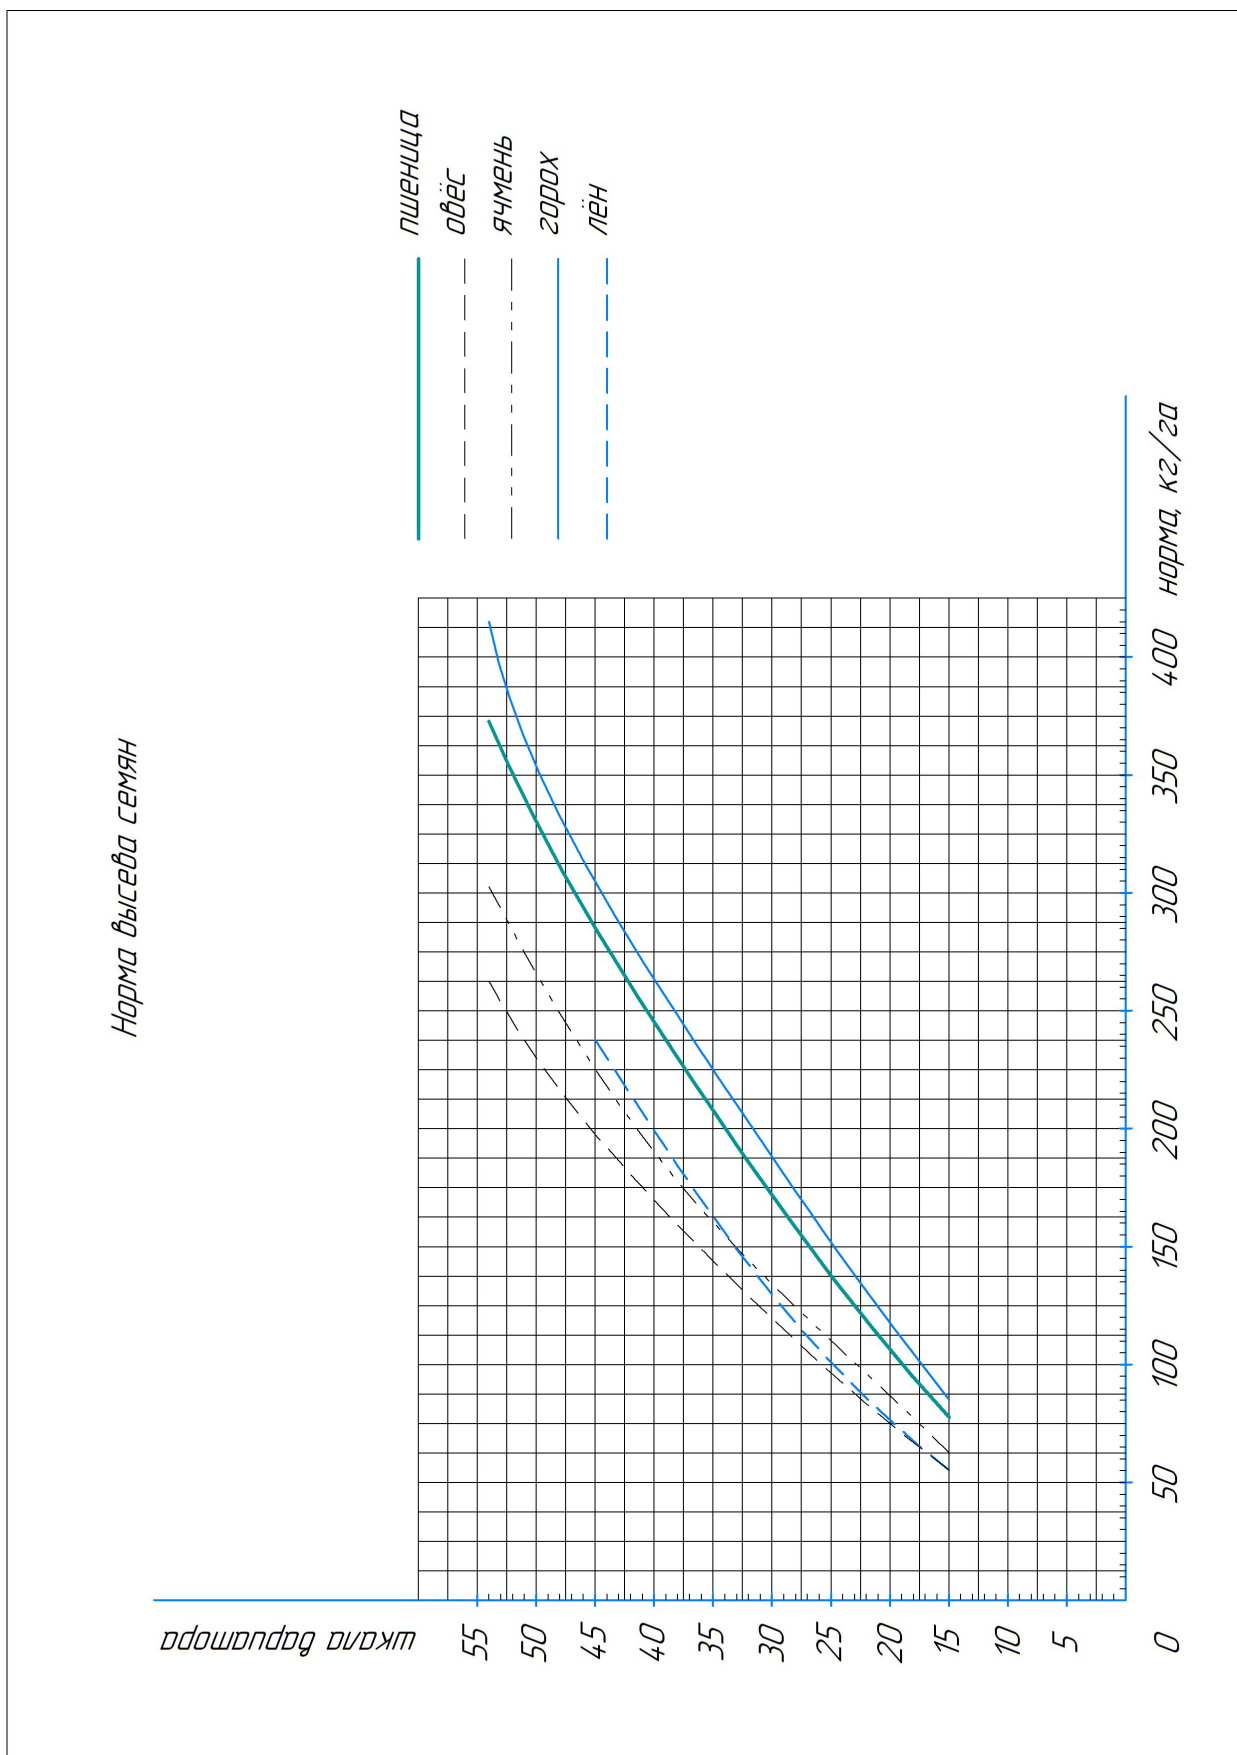
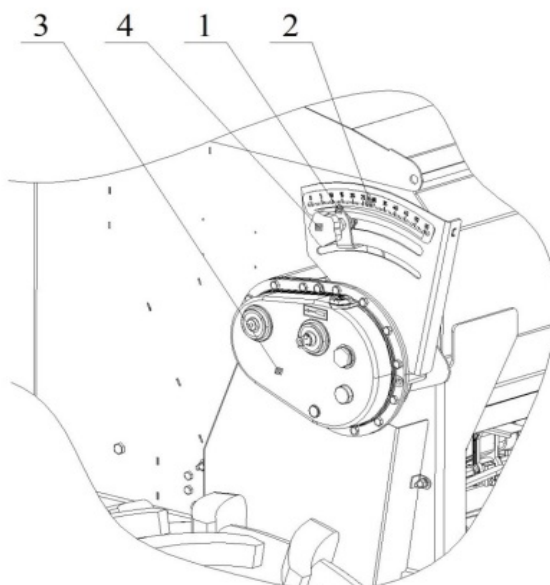
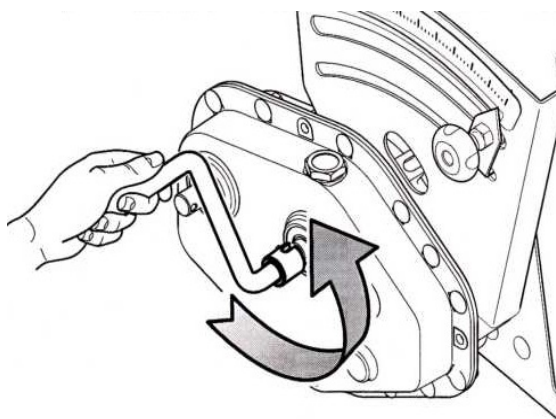

Рисунок 11. График нормы высева семян.
Рисунок 13.
Рисунок 14.
По графику (рис.11) определить числовое значение шкалы вариатора, соответствующее требуемой норме высева. Установить указатель (1) на шкале (2) вариатора привода зерновых катушек (3) (рис. 13) (слева на бункере) на необходимое деление.
Решение: Найти на оси «норма» графика (рис. 11) значение 200, подняться вверх до пересечения с линией графика «пшеница». От точки пересечения, проведённой нами линии с линией графика, провести горизонтальную линию. Этим, мы определим положение указателя (1) (рис. 13) на шкале (2) вариатора (3). В данном примере необходимое деление: «35».
Для установки уточненной нормы высева производится проверочный высев на месте. Определение высева производится прокруткой вариатора привода зерновых катушек (3) (рис. 13) на стационаре для сокращения времени произвести из расчета посева сеялкой 120 м².
ВНИМАНИЕ: прокрутить вариатор привода зерновых катушек (3) (рис. 13) рукояткой (прилагаемой к сеялке) *против часовой стрелки* 11 оборотов (рис.14).
Если при проверке окажется, что семян высевается меньше или больше требуемой нормы, повторить прокрутку, изменив положение указателя (1) (рис. 13) на шкале (2) вариатора (3). Проверку осуществлять до достижения желаемой точности нормы.